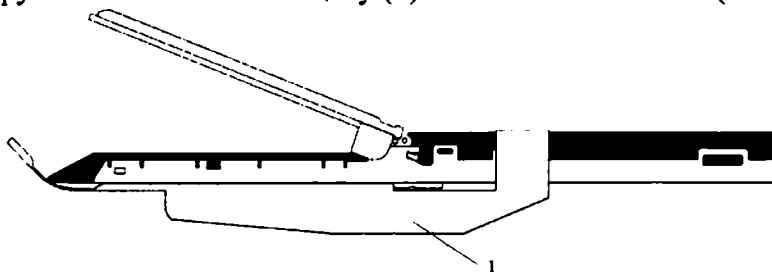
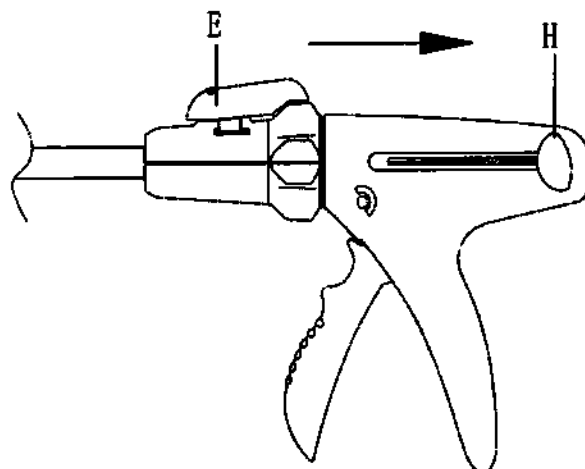
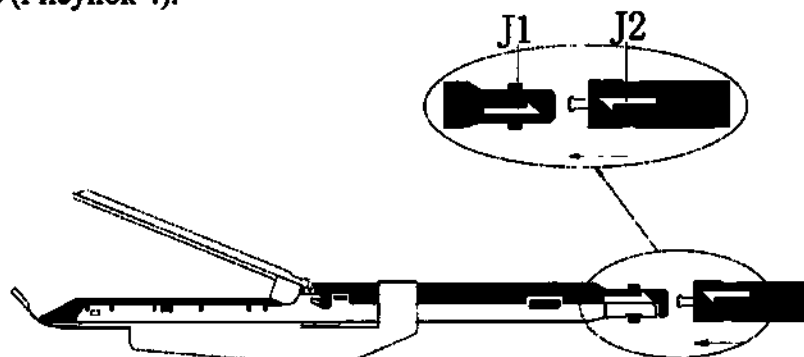

Рис.1
Рис. 2
Рис. 3
Внимание: перед загрузкой не снимайте защиту (1) со сменной кассеты. (Рис. 1)
1.2 Убедитесь, что черный колпачок сброса (Н) оттянут полностью, ручка ручки регулировки величины зазора скоб (Е) находится в "свободном" положении (Рис. 2).
5. Верните кнопку запуска в исходное положение (как показано на Рис. 1). Учтите, что степлер нельзя вытащить непосредственно в данный момент. Выключатель блокировки должен быть в положении "вкл.", а нижняя и верхняя бранши должны быть разделены. Операция завершается после извлечения изделия.
Порядок перезарядки степлера: Убедитесь, что кнопка запуска возвращается в исходное положение (как показано на Рис. 1), отпустите переключатель блокировки, извлеките использованные сменные кассеты и выбросьте их (как показано на Рис. 2), замените их новыми режущими элементами, вставьте новую сменную кассету, зафиксируйте положение, снимите защитную крышку (как показано на Рис.3) и затем используйте изделие в той же операции. В каждом степлере можно заменить до 5 сменных кассет за одну операцию.
(Рис. 1)
(Рис. 2)
(Рис. 3)